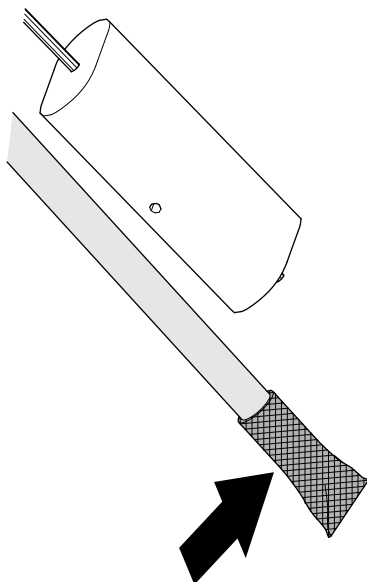

Bild 126
1. Reinigen Sie das Sieb am Ende des Kraftstoffzulaufschlauchs (Bild 126).